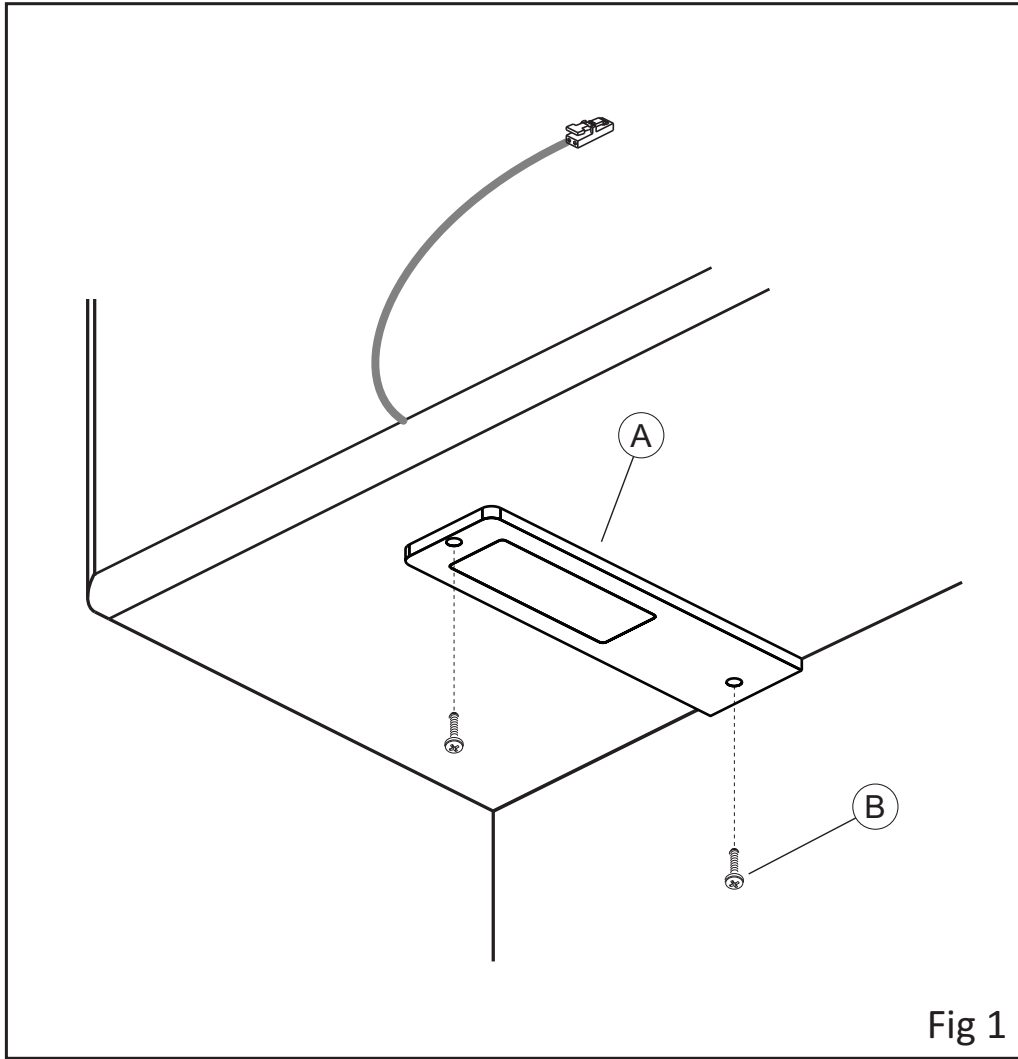

Fig 1
- Fix the screws (B) supplied in the holes of the unit (A) as indicated in Fig. 1
- Connect the spotlights to the adaptor and using the extensions provided in the pack (D) following the wiring diagram 3.
- Connect the feeder plug (E) to an AC outlet 230V 50/60Hz.
- Fixieren Sie die mitgelieferten Schrauben (B) in den Bohrungen der Leuchten (A), wie in Abbildung 1 angegeben.
- Verbindung der Strahler mit einem Verlängerungskabel siehe (D) mit den Steckerteilen (siehe Anschlussplan) 3.
- den Stecker (E) des Konverters an einer Wechselstrom-Steckdose anschließen 230V 50/60Hz.
- Visser les vis (B) fournies dans les orifices de l'appareil (A), comme indiqué sur la figure 1.
- Effectuer le branchement électrique des spots à l'alimentateur au besoin en utilisant les rallonges fournies en dotation (D) en respectant le schéma de connexion 3.
- Raccorder la fiche (E) du câble d'alimentation du transformateur à une prise de courant alternatif 230V 50/60Hz.